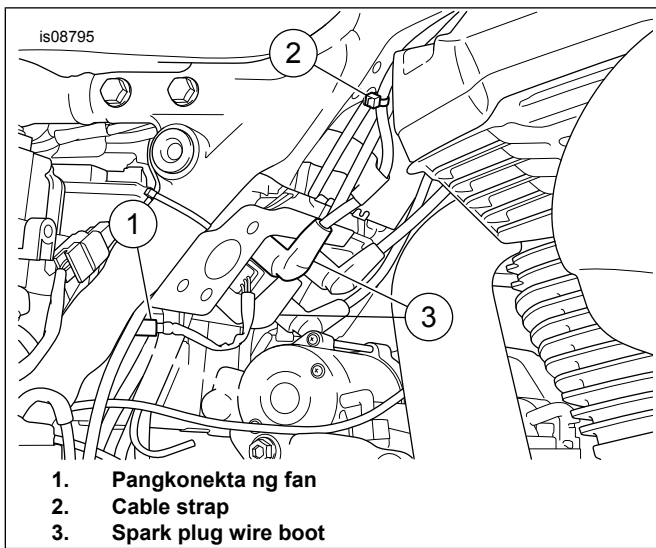

Figure 1. Fan Konektor
7. Tingnan ang Figure 1 . Hanapin ang fan konektor (1) at tanggalin sa pagkakasaksak.
Tingnan ang Figure 1 . Ilipat ng puwesto ang mga kanang spark plug wire boot